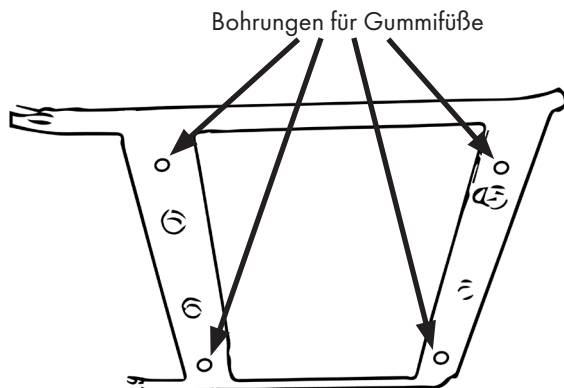

Abbildung 2
- Setzen Sie die GummifüÙe an den in Abbildung 2 gezeigten Positionen in die Bohrungen ein und befestigen Sie sie mit Hilfe von Muttern.